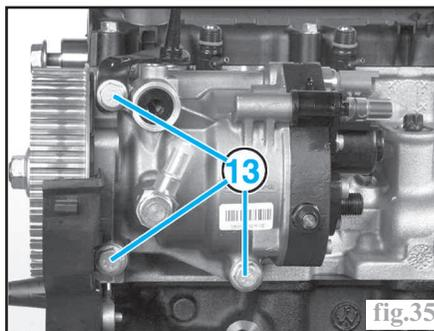

fig.35
- les vis de fixation de la pompe (13) et la dégager (fig.35).
- Déposer les vis de fixation de la pompe (13) (fig.35).